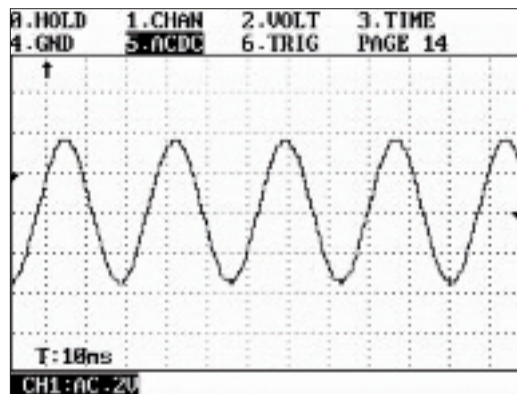

Abb. 3-9. Wechselstromdarstellung
- Der Modus Wechselspannung wird für die Messung von Wechselstromsignalen, wie z. B. Generatorfrequenzen genutzt (Siehe Abb. 3-9)